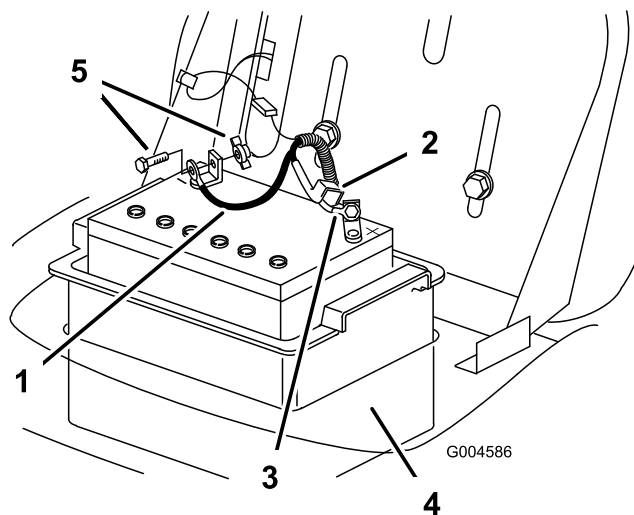

Figura 28
- Desconecte el cable negativo de tierra (negro) del borne de la batería (Figura 28).
- Desconecte el cable positivo (rojo) del borne de la batería (Figura 28).
- Retire la caja de la batería y la batería del chasis (Figura 28).
1. Coloque la batería en la caja de la batería e instálela en el chasis (Figura 28).
2. Usando el perno, las arandelas y la tuerca, conecte el cable positivo (rojo) al borne positivo Figura 28(+) de la batería.
4. Usando el perno y la tuerca de mariposa, conecte el cable negativo (negro) al borne negativo (-) de la batería (Figura 28).